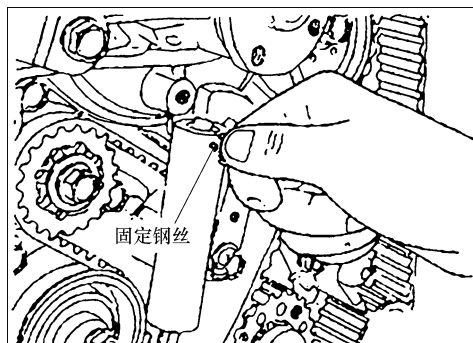

图 2-45 检查自动张紧器的固定钢丝能否自由滑动
⑬ 一面利用专用工具和扭力扳手保持张紧器带轮，一面拧紧中心螺栓至标准值。
⑭ 将曲轴顺时针旋转两转后，放置约 15min。然后，如图 2-45 所示，检查自动张紧器的固定钢丝能否自由滑动。若钢丝不能自由滑动，反复进行上述⑩以上步骤，直到钢丝滑动为止。